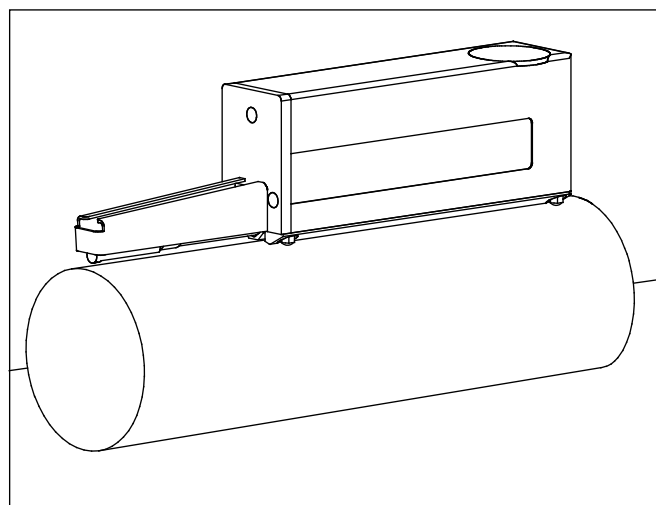

Fig. 6
- Per oggetti di misura con diametro superiore a 72 mm posizionare MarSurf GD 25 / GD 25 plus sui piedini di appoggio disposti su quattro punti (v. fig. 6).